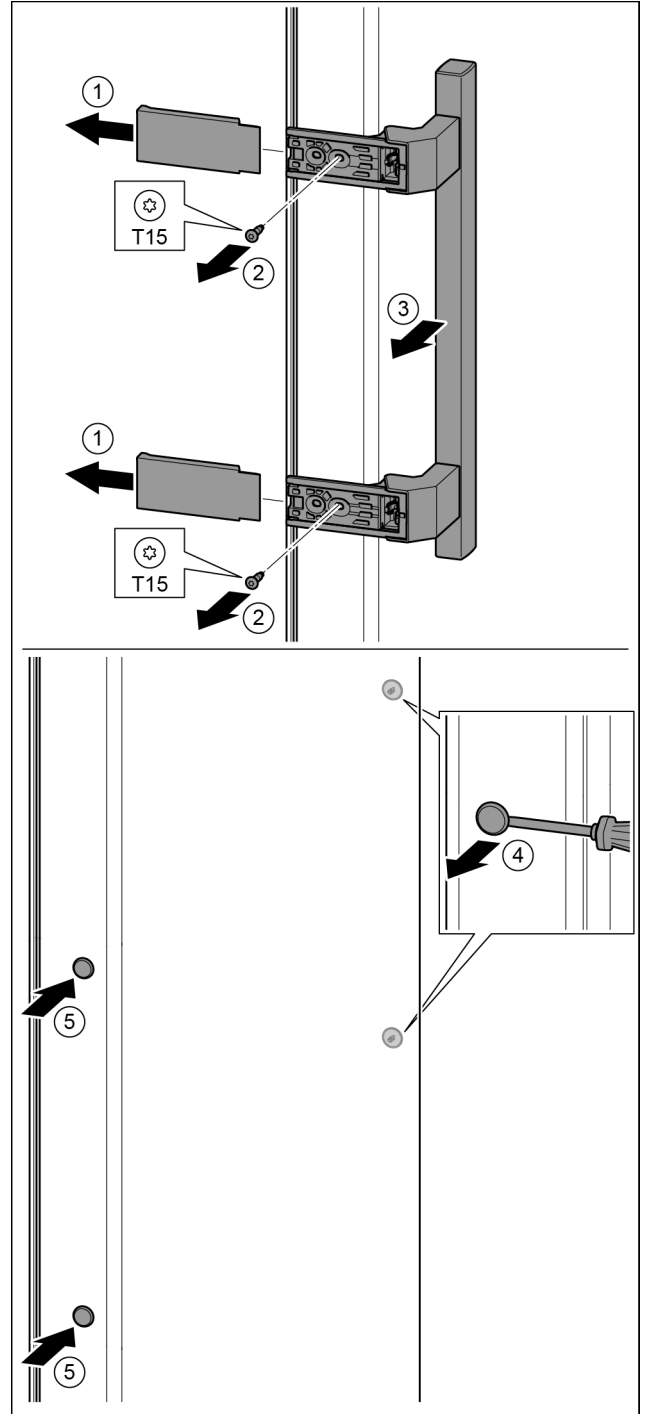

Fig. 33
- ▶ 拆下盖板。 Fig. 33 (1)
- ▶ 用 T15 螺丝刀将螺钉旋开。 Fig. 33 (2)
- ▶ 取下把手。 Fig. 33 (3)
- ▶ 用带槽螺丝刀小心地提起侧边的堵头并将其拉出。 Fig. 33 (4)
- ▶ 将堵头重新放入另一个侧。 Fig. 33 (5)